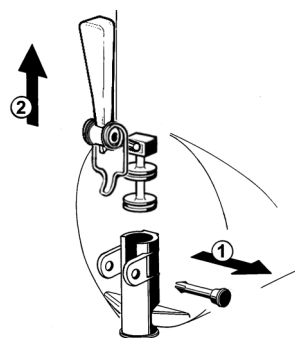

figure 10
5 Démontez le robinet selon la séquence indiquée (voir figure 10).
- 3 Remonter le robinet sur le réservoir en suivant la séquence effectuée pour le démontage en sens inverse (voir figure 10).